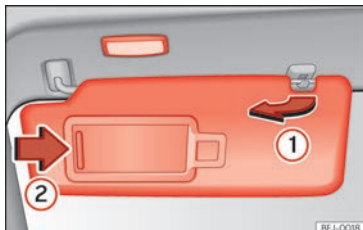

Abb. 113 Sonnenblende.
- Die Sonnenblende kann aus der Befestigung entnommen und zur Tür gedreht werden »» **(Abb. 113) ①**.